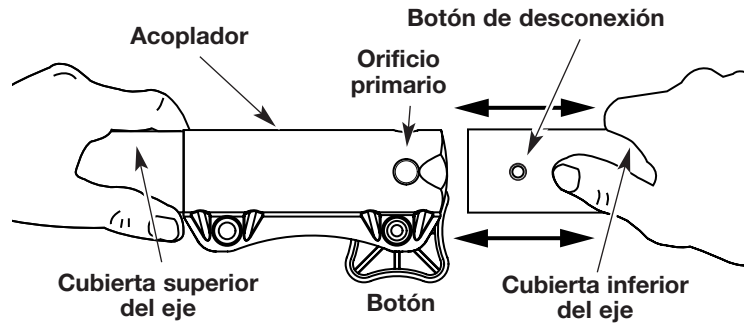

Fig. 2
3. Mientras sostiene el accesorio con firmeza, empújelo en línea recta en el acoplador (Fig. 2).
3. Mientras sostiene con firmeza el bastidor del eje superior, tire del accesorio hacia afuera del acoplador (Fig. 2).